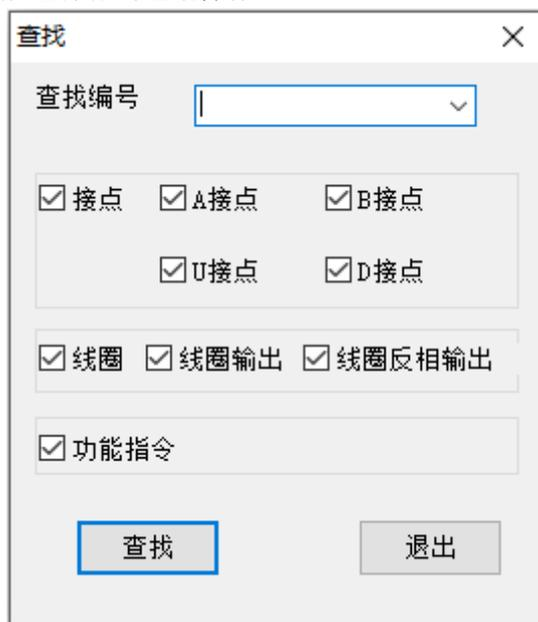

图 4.13 查找对话框
- ◆ 查找/查找下一个：Ctrl+F 组合键打开如图 4.13 对话框。